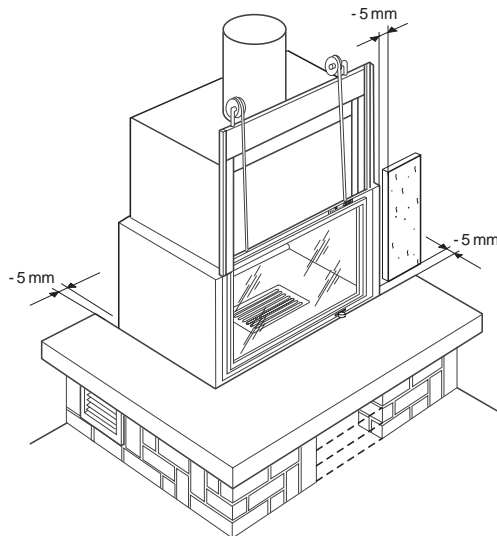

Fig. 5.3
- É necessario fare coincidere la parte frontale anteriore dell'apparecchiatura con il filo interno del piano di marmo lasciando una fessura di 5 mm in modo da permettere la libera dilatazione del Monoblocco (Fig. 5.3).
- It is necessary to match the front part of the unit with the inside edge of the marble slab, leaving a 5 mm slot so as to allow for free dilation of the Monoblocco (Fig. 5.3).
• Der vordere Geräteteil muss mit der Innenkante der Marmorplatte übereinstimmen, es bleibt lediglich ein Schlitz von 5 mm, um die Ausdehnung des Monoblocco zu ermöglichen Monoblocco (Abb. 5.3).